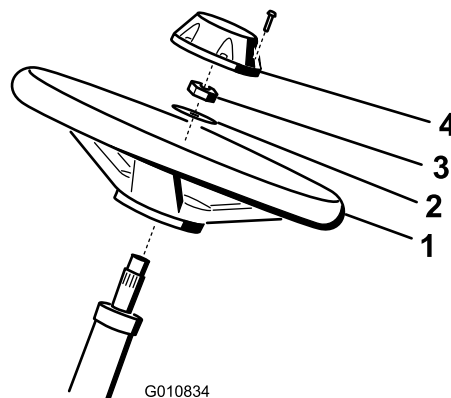

Figura 4
1. Deslice el volante sobre la columna de dirección (Figura 4).
2. Deslice la arandela sobre la columna de dirección (Figura 4).
3. Sujete el volante a la columna con una contratuerca y apriétela a 27–35 N·m (Figura 4).
4. Sujete el embellecedor al volante con 6 pernos (Figura 4).